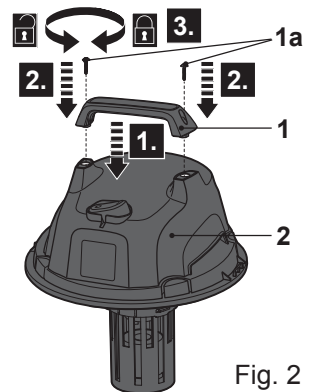

Fig. 2
- > Alinhe os orifícios de montagem e monte o manípulo de transporte (1) na unidade do motor (2).
- > Segure a ligação com os parafusos (1a) utilizando uma chave de fendas adequada (Fig. 2).